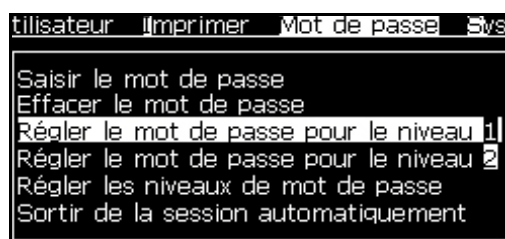
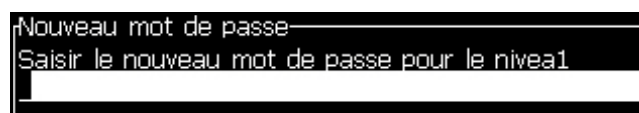

Figure 4-4: Configurez le niveau du mot de passe
Figure 4-5: Nouveau mot de passe
- 1 Appuyez sur **Alt + w** et sélectionnez *Régler le mot de passe pour le niveau 1* ou *Régler le mot de passe pour le niveau 2* à partir du menu *Mot de passe* (voir la section Figure 4-4 à la page 4-4). La boîte de dialogue *Saisir Mot de passe* apparaît (voir la section Figure 4-5 à la page 4-4).